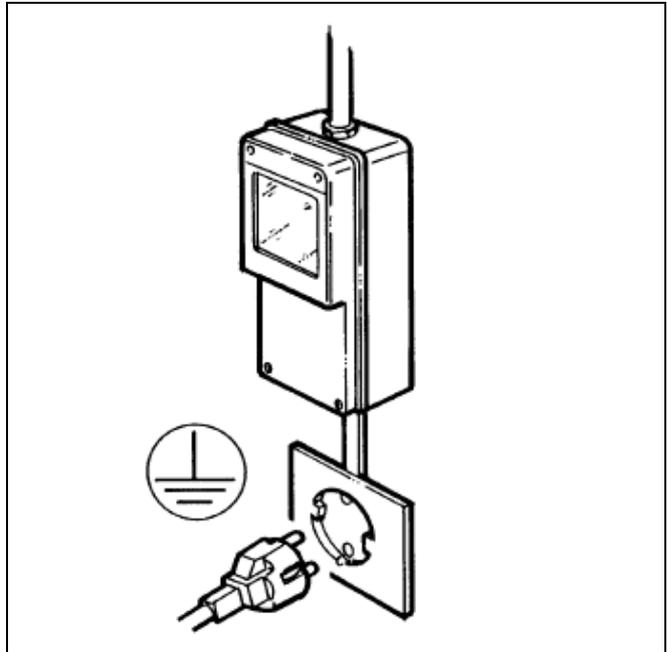

Fig. 20
- Asegurarse de que la conexión sea realizada a una instalación dotada de una eficaz toma de tierra como está previsto por las normativas de seguridad vigentes (fig.20).
- Es indispensable, para una correcta y segura instalación, preparar una adecuada toma ordenada por un interruptor magnetotérmico con distancia de apertura de los contactos igual o superior a 3mm, conforme con las normativas de seguridad nacionales vigentes (fig.20).